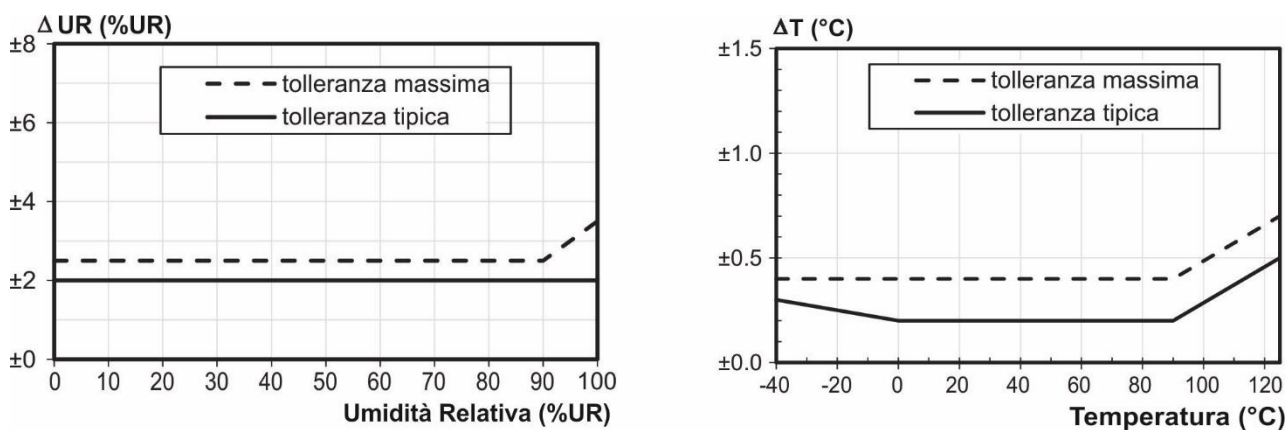

Figura 9: Accuratezza su temperatura e umidità relativa del sensore Sensirion SHT31
- Accuratezza tipica @25°C: ±2% (vedi Figura 9)
- Accuratezza tipica: ± 0,2°C tra 0°C e 90°C (vedi Figura 9)